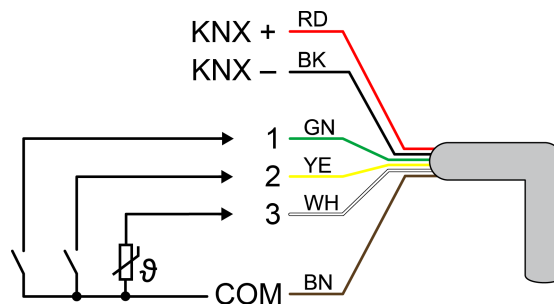

Bild 2: Anschlussbelegung Steuerleitung (Beispiel)
- Bedarfsweise potentialfreie Kontakte oder Betauungs-/Leckagesensoren an Eingänge 1...3, oder NTC-Temperaturfühler an Eingang 3 anschließen (siehe Bild 2).